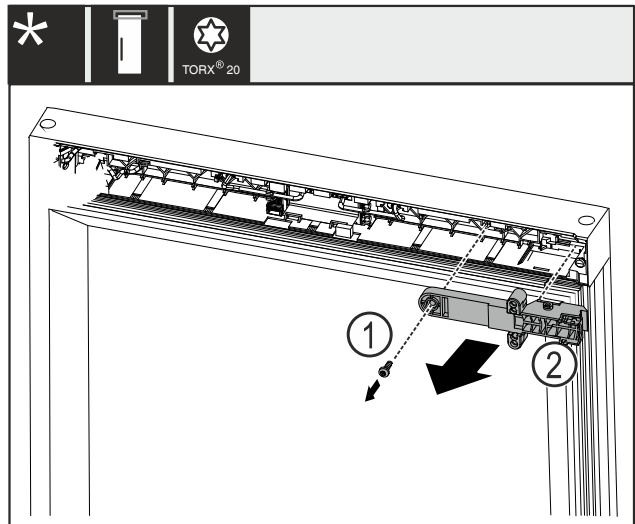

Fig. 22
- Retire el tornillo Fig. 22 (1).
- Retire la pieza de retención del candado Fig. 22 (2).